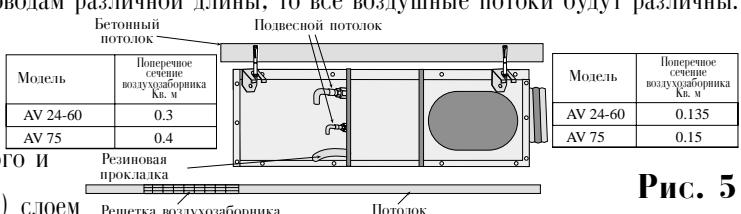

Рис. 5
4. Типичные характеристики изоляции (см. рис. 5):
Установка воздуховодов из гибких изолированных труб (см. рис. 5).